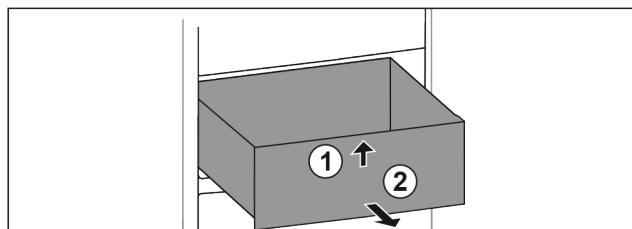

Fig. 84
- Приподнимите выдвижной ящик спереди. Fig. 84 (1)
- Извлеките выдвижной ящик движением вперед. Fig. 84 (2)